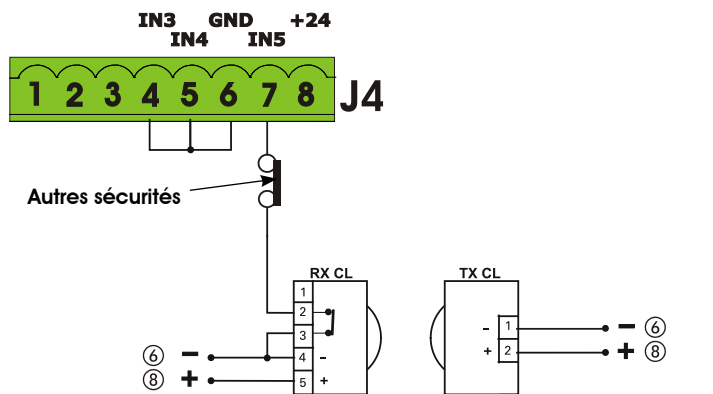

Fig. 16
- En utilisant la sécurité FAIL-SAFE, connecter l'alimentation des émetteurs à l'OUT1 après l'avoir opportunément sélectionnée (voir programmation de 2e niveau et la Fig. 16).
- En utilisant la sécurité FAIL-SAFE, ponter également les entrées de sécurité non utilisées avec le négatif d'OUT1 (voir Fig. 16).